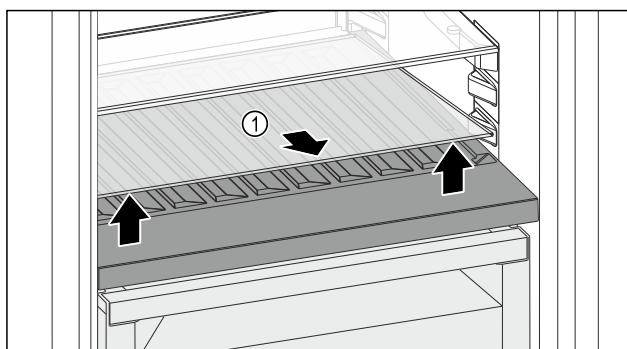

Fig. 156
- Emelje meg elől, a mélyedésnél az üveglapot Fig. 156 (1), és vegye ki.
- Biztonságosan tárolja az üveglapot Fig. 156 (1) a készüléken kívül.